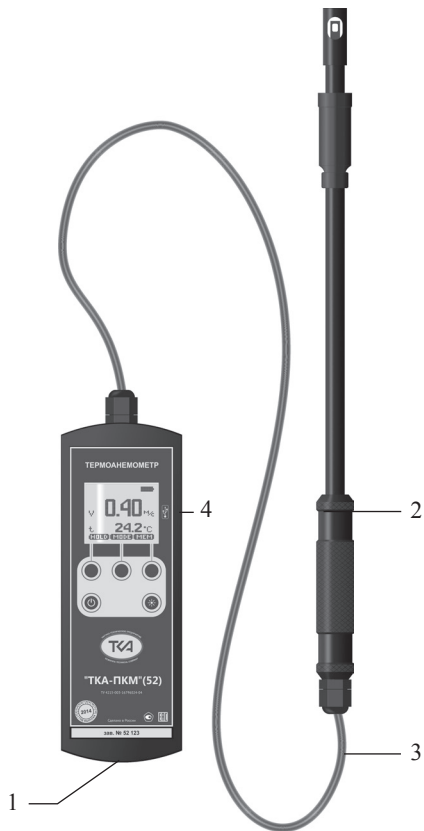

Рис.1 – Внешний вид прибора “ТКА-ПКМ”(52)
5.1 5.1 Приборы комбинированные выпускаются в компактном портативном исполнении. Конструктивно прибор состоит из двух функциональных блоков: измерительной головки (ИГ) и блока обработки информации (БОИ), связанных между собой гибким многожильным кабелем (Рис.1).